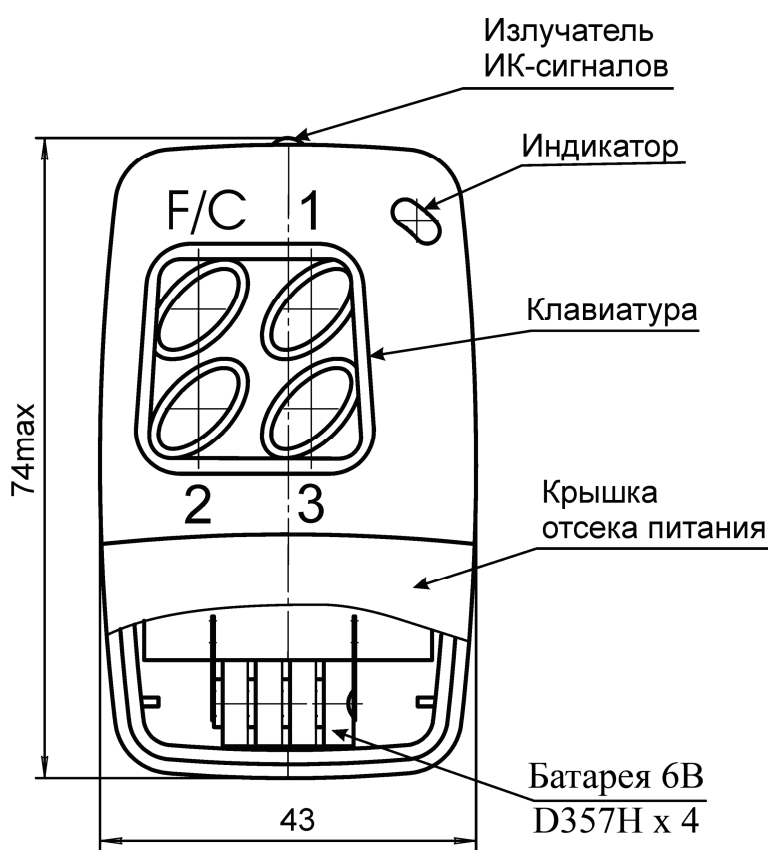

Рис. 1 Внешний вид пульта и габаритные размеры.
3.1 Корпус ПДУ (рис. 1) имеет отсек для установки батареи питания. На корпусе расположены четыре кнопки управления– «F/C», «1», «2», «3», рядом с которыми находится светодиод индикации режимов работы ПДУ. ИК-излучатель установлен в торце корпуса.
3.3 Индикация режима работы пульта производится светодиодом «Индикатор» (рис. 1) который мигает в процессе передачи команд.